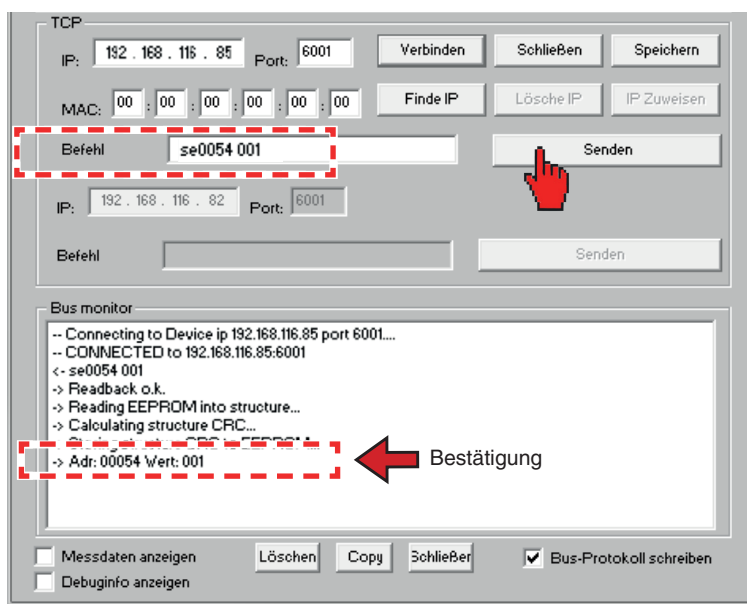

Abb. 12.3: DHCP aktivieren
8. Klicken Sie auf **Senden** und warten Sie die Bestätigung im Busmonitor ab (in Abb. 12.3 „-> Adr:00054 Wert: 001“).